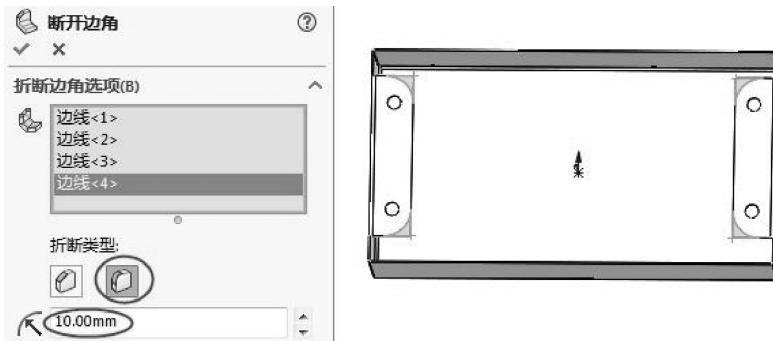

图 6-76 创建断开圆角
- 09 在【钣金】选项卡中单击【断开边角/边角剪裁】按钮 $\square$ ，弹出【断开边角】属性面板。选择顶面的两个边线法兰的 4 个棱角，生成断开圆角，如图 6-76 所示。